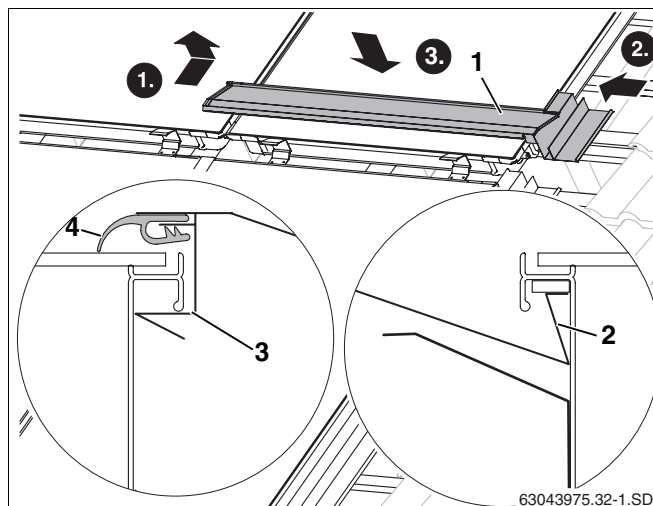

Fig. 52 Poser la première tôle de recouvrement centrale
- Poser l'équerre de la tôle de recouvrement (fig. 52, **pos. 2**) dans la rainure du châssis du capteur.
- Insérer la tôle de recouvrement (fig. 52, **pos. 1**) contre le capteur et dans la tôle de recouvrement centrale droite.
- En appuyant en haut sur la tôle de recouvrement, celle-ci s'encastre sous la rainure du châssis du capteur (fig. 52, **pos. 3**).
- Poser la lèvre en caoutchouc (fig. 52, **pos. 4**) en haut sur le capteur.